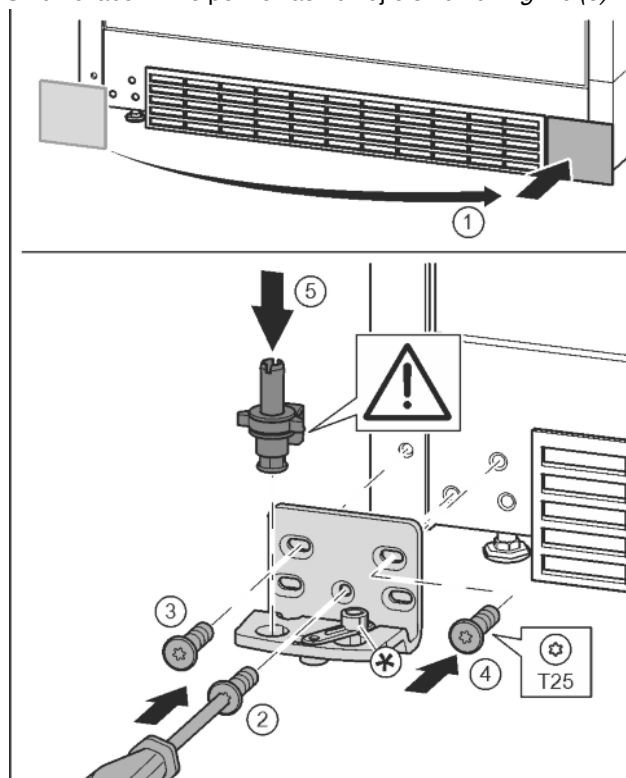

Fig. 17
- ▶ Odoberte kryt a pripevnite ho na druhú stranu. Fig. 17 (1)
- ▶ Ložiskovú konzolu nasuňte na druhú stranu a priskrutkujte ju pomocou skrutkovača T25. Začnite skrutkou 2 dole v strede. Fig. 17 (2)
- ▶ Pevne zaskrutkujte skrutku 3 a 4. Fig. 17 (3, 4)
- ▶ Ložiskový čap úplne nasuďte. Dbajte pritom na to, aby zárez dorazu ukazoval smerom dozadu. Fig. 17 (5)